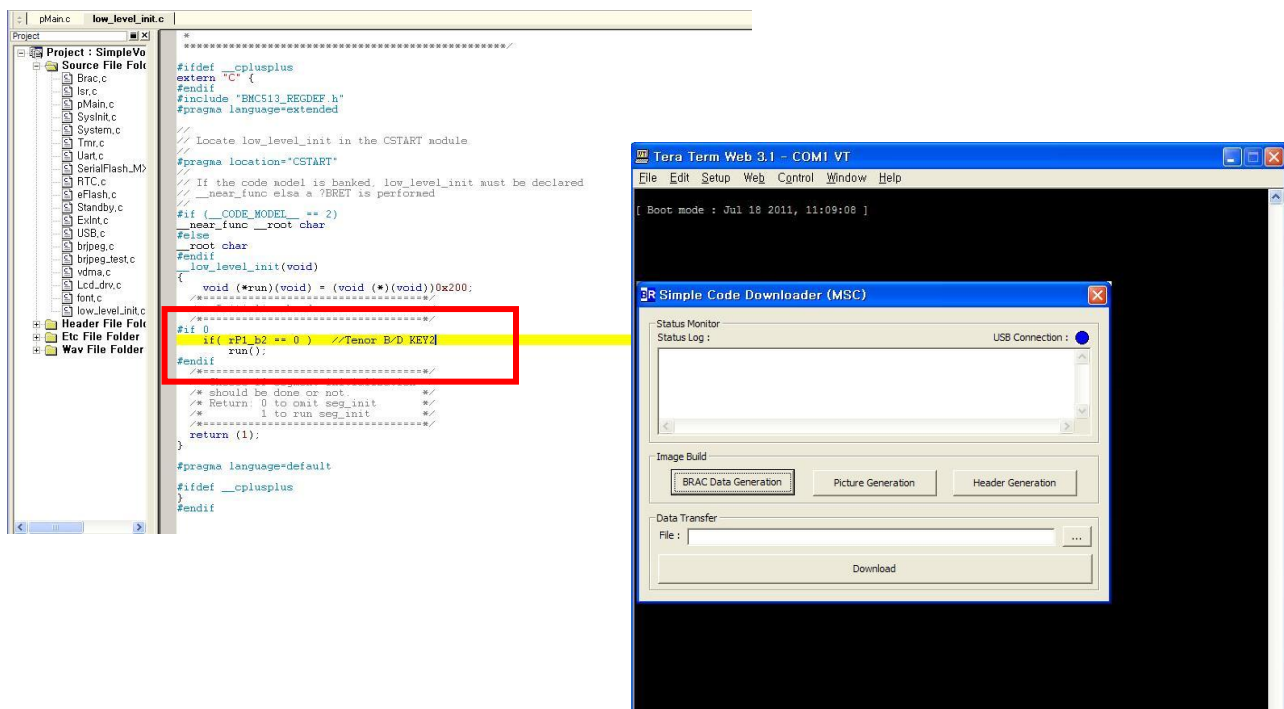

FIGURE. 94
- [Figure.94] 의 '#if 0' 부분을 '#if 1' 로 수정하면 Boot mode 사용이 가능하다.